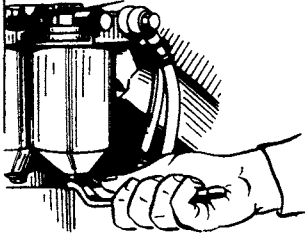

Рис. 71. Вывертывание сливной пробки фильтра тонкой очистки топлива
1. Отвернуть сливные пробки (рис. 71) и слить часть топлива из колпака фильтра в подставленную емкость.